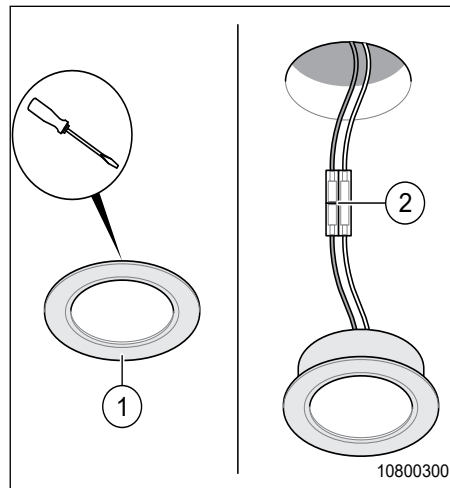

Fig. 70 Spot LED encastré
1. Sortir le spot encastré LED (Fig. 70, pos. 1) prudemment hors de l'ancrage à l'aide d'un tournevis à fente. Veillez à ne pas rayer le plafond ni la surface des meubles.